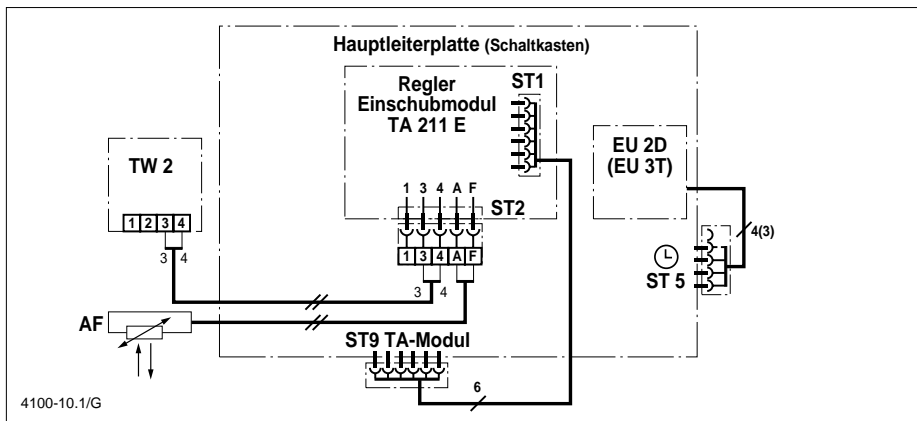

Bild 10: TA 211 E, Schaltuhr und TW 2
TA 211 E + EU 3 T + TW 2	Bild 10
TA 211 E + EU 2 D + TW 2	Bild 10
- Fernbedienung TW 2 (falls vorhanden) am TA 211 E an den Klemmen 3 und 4 anschließen (Bild 10).